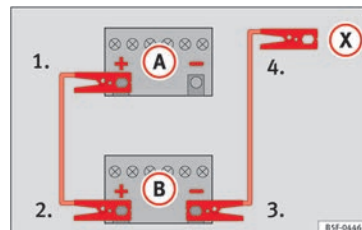

Fig. 76 Schéma de branchement pour les véhicules non équipés du système Start-Stop.
2. Raccordez une extrémité du câble de démarrage *rouge* au pôle positif (+) du véhicule dont la batterie est déchargée (A) » fig. 76.
3. Raccordez l'autre extrémité du câble de démarrage *rouge* à la borne positive (+) du véhicule fournissant le courant (B).
4. *Sur les véhicules sans système Start-Stop :* raccordez une extrémité du câble d'urgence *noir* à la borne négative (-) du véhicule fournissant le courant (B) » fig. 76.